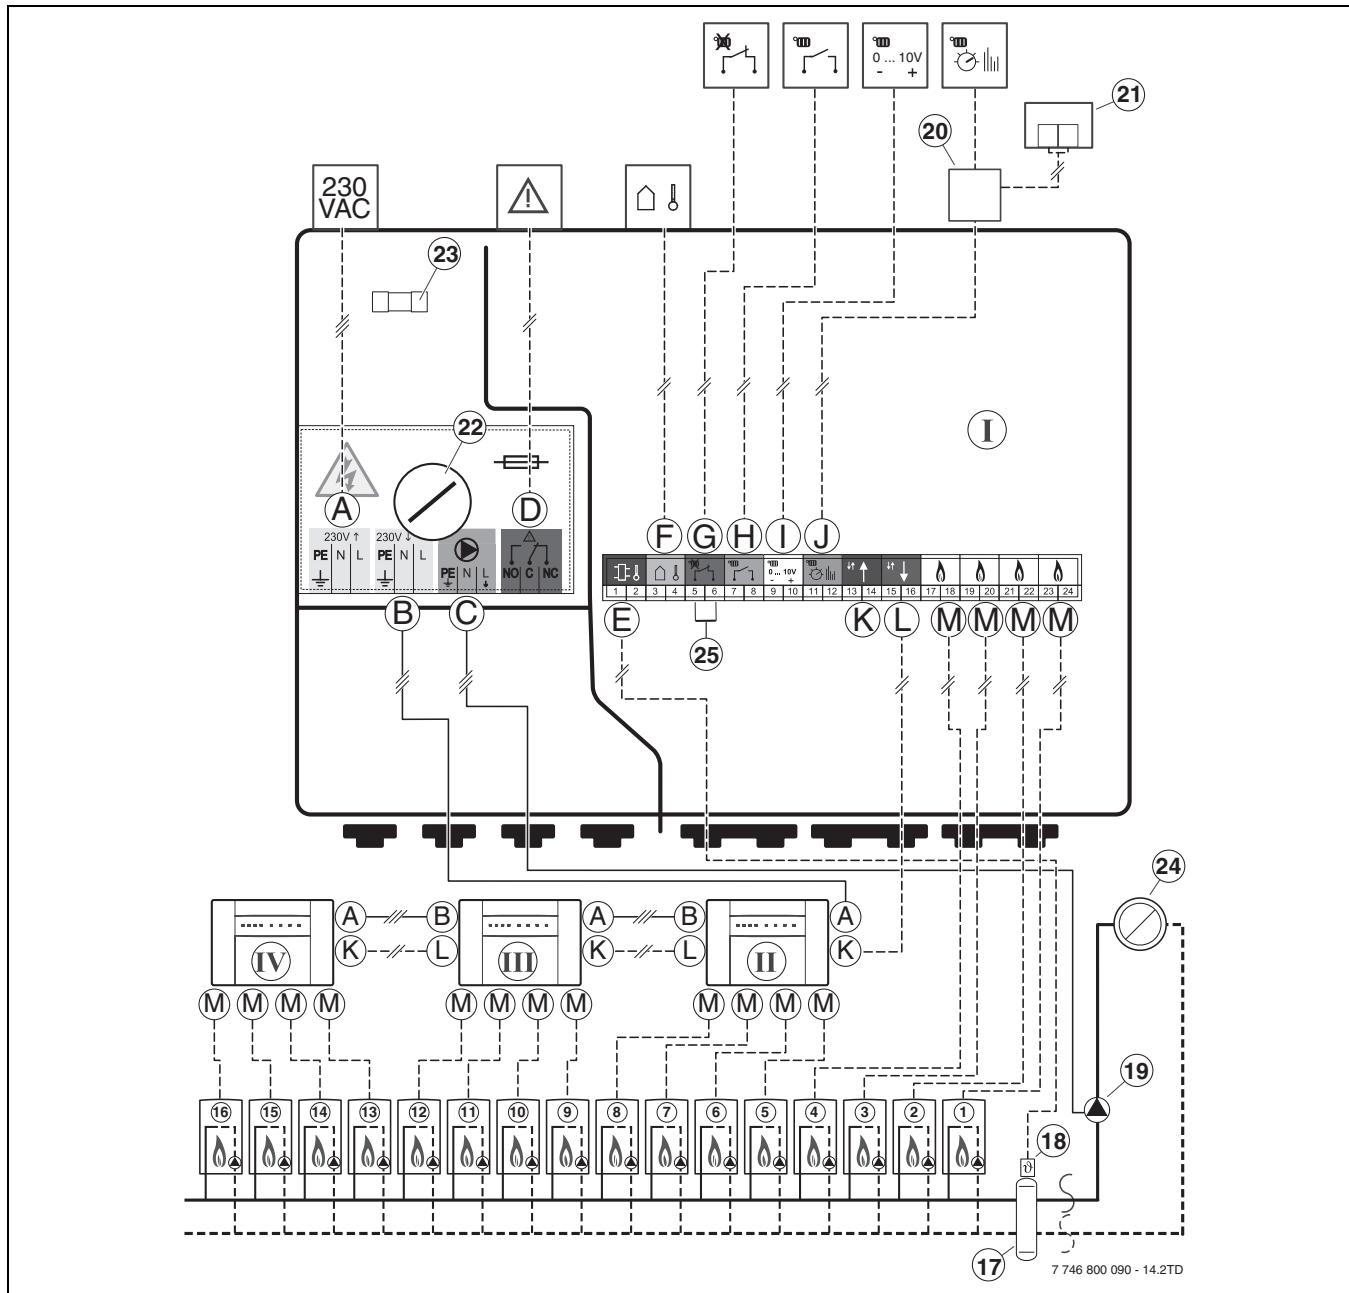

Bild 5
1) in Bild 5, Seite 10
Die Module ICM steuern die Heizgeräte entsprechend einem von einem Heizungsregler berechneten Wärmebedarf. Für die Regelung entsprechend dem Wärmebedarf müssen die Module ICM also immer in Verbindung mit einem Heizungsregler (→ Bild 5, Klemmen H, I oder J) installiert werden. In Abhängigkeit vom verwendeten Heizungsregler gibt es vier mögliche Systemvarianten (→ Tab. 5).
Von einem Modul ICM können maximal vier Heizgeräte gesteuert werden. Durch Kopplung von bis zu vier Modulen ICM können maximal 16 Heizgeräte in einer Kaskade zusammengeschaltet werden (→ Bild 5). Dabei übernimmt ein Modul ICM die Steuerung der Kaskade (ICM-Master).
| Systemvariante | Symbol für Regleranschluss | Heizungsregler an ICM (ICM-Master) | | | Typ | max. Anzahl ICM | max. Anzahl Heizgeräte mit BUS-fähiger Heatronic 3 | notwendiges Zubehör mit Anschluss an ICM (→ Bild 5) |
| 1 | | modulierender witterungsgeführter Regler 2-Draht-BUS-Ansteuerung | FW 500 | 4 | 16 | FW 200 | 1 | <ul style="list-style-type: none"> Außentemperaturfühler an den Klemmen F. gemeinsamer Vorlauftemperaturfühler an den Klemmen E. Heizungspumpe (Sekundärkreis) (→ Bild 5, Pos. 19) an den Klemmen C, nur bei einem oder mehreren Heizkreisen ohne Heizungspumpe oder bei Heizkreisen, die nicht über BUS-Module mit dem Modul ICM kommunizieren. |
| 2 | | modulierender 0 - 10 V-Regler, z. B. Gebäudeleitsystem; Steuerung der Heizleistung | beliebig | 4 | 16 | | | <ul style="list-style-type: none"> gemeinsamer Vorlauftemperaturfühler an den Klemmen E (nur für interne Frostschutzfunktion). Heizungspumpe (Sekundärkreis) (→ Bild 5, Pos. 19) an den Klemmen C, nur bei einem oder mehreren Heizkreisen ohne Heizungspumpe oder bei Heizkreisen, die nicht über das Gebäudeleitsystem gesteuert werden. |
| Systemvariante | Symbol für Regleranschluss | Heizungsregler an ICM (ICM-Master) | Typ | max. Anzahl ICM | notwendiges Zubehör mit Anschluss an ICM → Bild 5 |
| 3 | | modulierender 0 - 10 V-Regler, z. B. Gebäudeleitsystem; Steuerung der Vorlauftemperatur | beliebig | 4 16 | <ul style="list-style-type: none"> gemeinsamer Vorlauftemperaturfühler an den Klemmen E. Heizungspumpe (Sekundärkreis) (→ Bild 5, Pos. 19) an den Klemmen C, nur bei einem oder mehreren Heizkreisen ohne Heizungspumpe oder bei Heizkreisen, die nicht über das Gebäudeleitsystem gesteuert werden. |
| 4 | | Ein-Aus-Regler (potenzialfrei) | beliebig | 4 16 | <ul style="list-style-type: none"> gemeinsamer Vorlauftemperaturfühler an den Klemmen E (nur für interne Frostschutzfunktion). Heizungspumpe (Sekundärkreis) (→ Bild 5, Pos. 19) an den Klemmen C. |
Ein weiterer Vorteil dieser Systemvariante ist die Kommunikationsmöglichkeit der Module zur Ansteuerung der Heizkreise (IPM) mit dem Modul ICM über den gemeinsamen Bus parallel zum Anschluss J am Modul ICM (→ Bild 5, Seite 10). Hierdurch ist eine optimale Anpassung der produzierten Wärmemenge mit dem tatsächlichen Wärmebedarf aller Heizkreise der Heizungsanlage gewährleistet. Bei dieser Systemvariante erreicht die Heizungsanlage einen optimalen Komfort bei maximaler Energieeinsparung.
Eventuell vorhandene weitere Module, wie z. B. die Module IPM (→ Pos. 21 in Bild 5, Seite 10), müssen am BUS des Heizungsreglers (parallel zum Anschluss J am Modul ICM) angeschlossen werden.
Um Kontaktprobleme an den Klemmen im ICM-Master zu vermeiden, wird eine Abzweigdose empfohlen (→ Pos. 20 in Bild 5, Seite 10).
- ▶ Verdrahtung unbedingt entsprechend Anschlussplan herstellen (→ Bild 5, Seite 10).